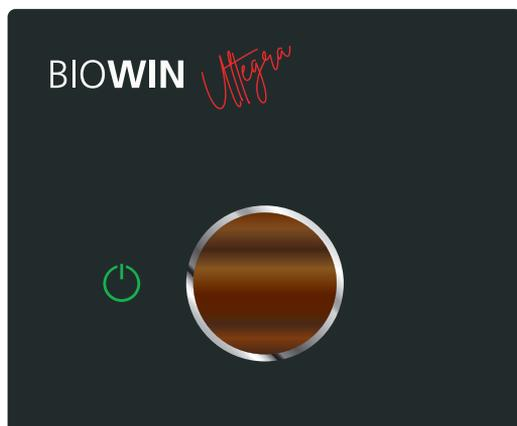

Fig. 44 BioWIN Ultegra ausgeschaltet
- ▶ Kessel mittels myMagic Button ausschalten (⏻) und warten, bis Ausbrandbetrieb fertig ist (Symbol ⏻ leuchtet dauernd und Farbring unter myMagic Button ist aus – Fig. 44).
- ▶ Kessel mittels myMagic Button ausschalten (⏻) (siehe Punkt 12.5 auf Seite 24) und warten bis der Ausbrandbetrieb fertig ist, Symbol ⏻ leuchtet dauernd und der Farbring ist aus (ca. 20 min.) – Fig. 44.